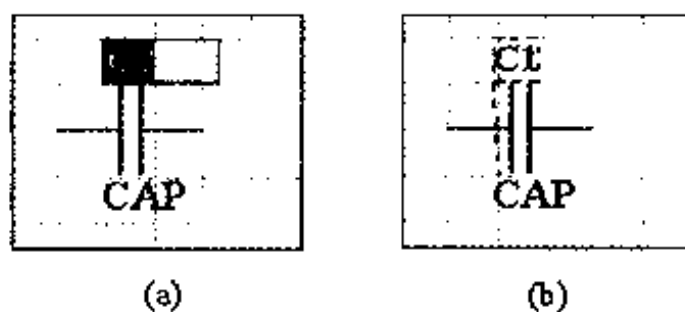

图 2-28 在图纸中直接修改元件序号
(1) 在图纸中单击电容元件,在它的周围显示虚线方框。单击电容元件的元件序号“C?”,在它的周围显示虚线方框。
(2) 再次单击元件序号“C?”,在它的周围出现黑色实线方框,方框中的“C?”被蓝色覆盖,如图 2-28(a)所示。在实线方框中输入 C1,设置选中的电容元件的序号,得到如图